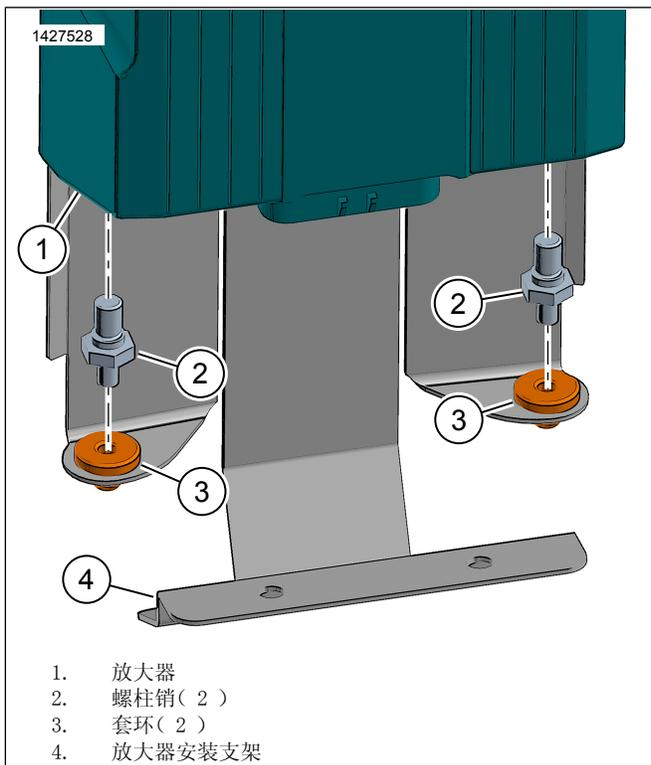

图5。放大器螺柱针
4. 参见图5。将套环 (3) 安装到放大器安装支架 (4) 上。
5. 将螺柱针 (2) 安装到放大器 (1) 上。拧紧。